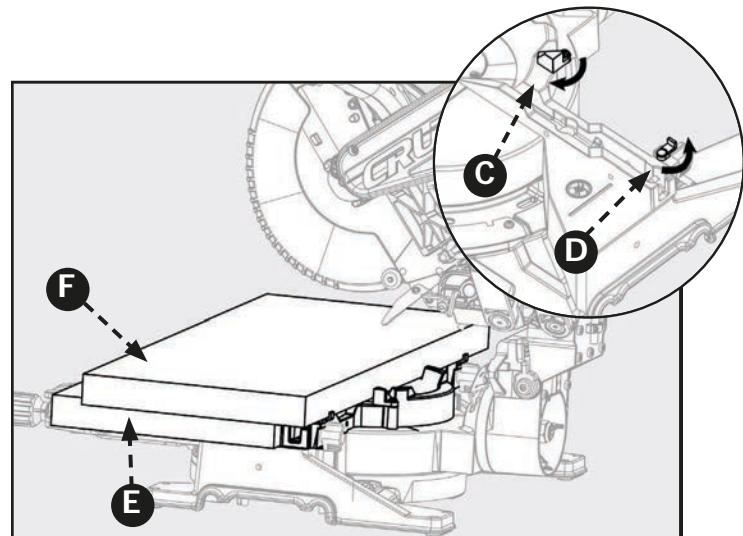

Figure 28
2. Tournez les languettes de support (C et D) vers leur position. Les languettes (D) se trouvent sur les côtés gauche et droit du guide inférieur (fixe). La languette (C) se trouve seulement du côté droit du guide inférieur (fixe). Ils agissent comme butées arrière de votre pièce. Voir figure 28.
3. Vous devez ajouter une table auxiliaire (E) pour soutenir votre pièce surdimensionnée (F). Placez la planche de la table auxiliaire (E) de 2 po x 12 po sur la table de la scie et contre la section inférieure (fixe) du guide de la scie. Assurez-vous que la planche est fermement fixée contre le guide inférieur (fixe).
REMARQUE : Utilisez des vis de bois pour fixer la planche de la table auxiliaire (D). Voir figure 28.